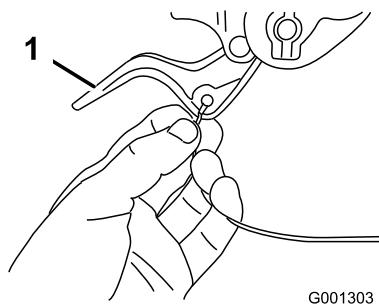

Figura 6
- Passate la terminazione sinistra o destra del cavo sopra la stegola inferiore ed inseritela nel foro presente nella corrispondente leva della frizione ruota (Figura 6).